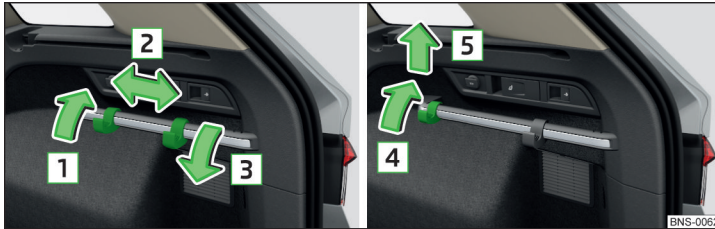

Abb. 144 Haken über die Befestigungsleiste verschieben / Haken abnehmen
- › Den Haken in Pfeilrichtung **1** nach oben klappen und in die gewünschte Position in Pfeilrichtung **2** verschieben » Abb. 144.
- › Den Haken in Pfeilrichtung **4** nach oben klappen, bis dieser sich löst, und in Pfeilrichtung **5** abnehmen » Abb. 144.
- › Den Haken an die Befestigungsleiste entgegen der Pfeilrichtung **5** ansetzen und leicht andrücken » Abb. 144.